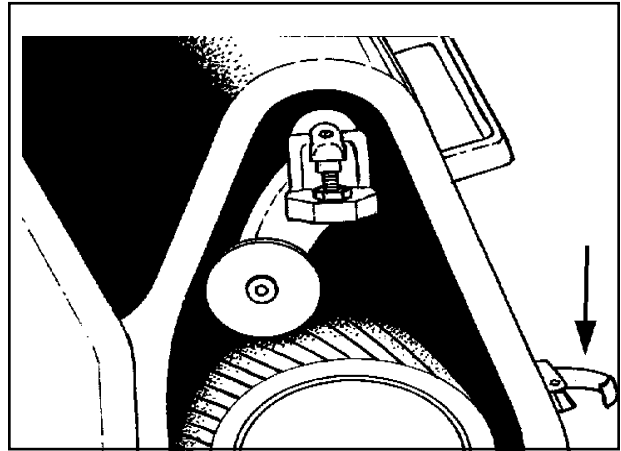

Figure 12
7. Insérez une nouvelle bande abrasive en la glissant au-dessus du rouleau compensateur et du tambour. (voir figure 12).